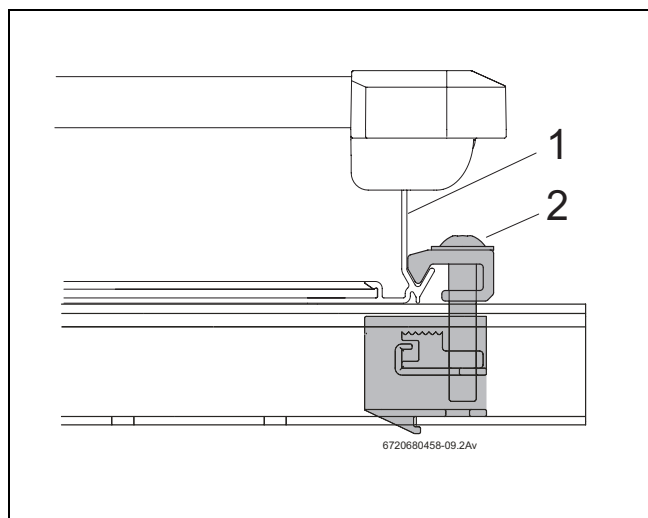

Fig. 39 Dispozitiv unilateral de prindere a panourilor prins în șuruburi
- ▶ Împingeți cu atenție panoul (Fig. 39, [1]) în dispozitivul unilateral de prindere a panoului și reglați-l în poziție orizontală.
- ▶ Prindeți în șuruburi dispozitivul unilateral de prindere a panourilor folosind cheia cu deschidere de 5 (Fig. 39, [2]).
Aparatul de strângere a tablei (Fig. 39, [2]) aferent dispozitivului de prindere a panourilor se prinde în muchia inferioară a panoului.